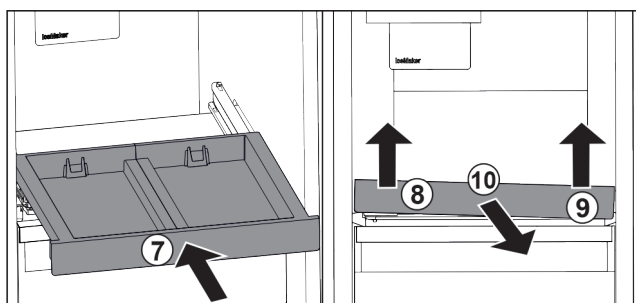

Fig. 96
- ▶ Zasuňte vysouvací přihrádku. Fig. 96 (7)
- ▶ Vysouvací přihrádku vpředu vlevo nadzvedněte. Fig. 96 (8)
- ▶ Vysouvací přihrádku vpředu vpravo nadzvedněte. Fig. 96 (9)
- ▶ Odeberte vysouvací přihrádku směrem dopředu. Fig. 96 (10)